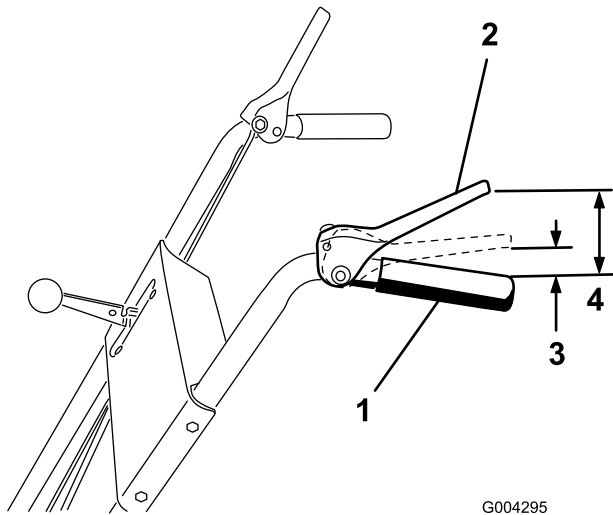

Figura 7
2. Regolate verso l'alto o il basso i due dadi di bloccaggio flangiati sull'asta della trazione, finché la distanza tra l'estremità superiore dell'impugnatura e l'estremità inferiore della leva di comando della trazione non è di circa 11,4 cm, come illustrato nella Figura 7
4. Portate la leva di selezione della velocità (Figura 7) in terza.
Nota: La regolazione è corretta quando le ruote smettono di girare all'indietro e la distanza tra l'estremità superiore dell'impugnatura e quella inferiore della leva di comando della trazione è compresa tra 2,5 e 5 cm (Figura 7).